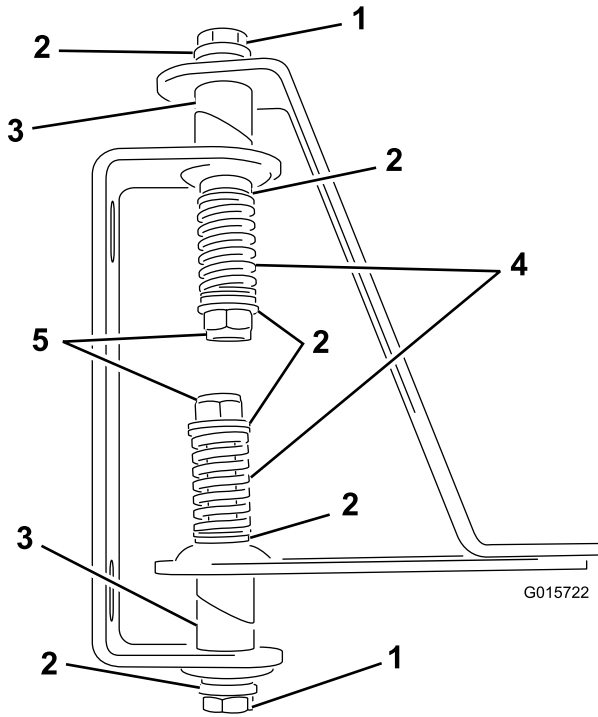

Figura 3
- Introduzca los pernos a través de los tubos soldados de las bisagras y las pletinas (Figura 3).
- Instale un muelle en el extremo de cada perno (Figura 3).